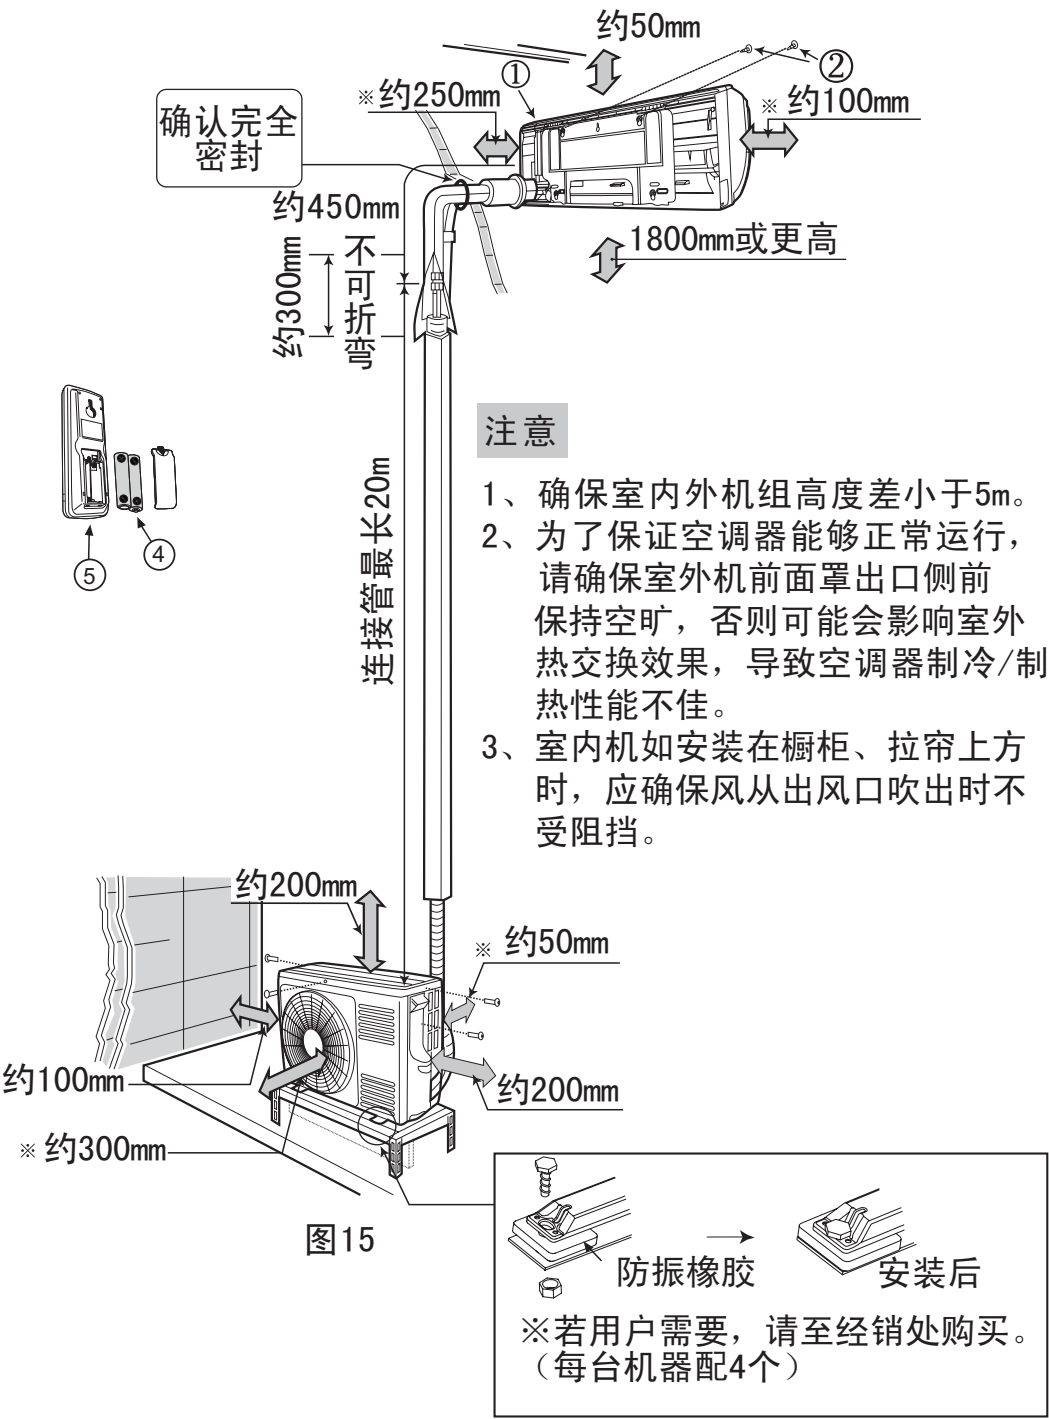
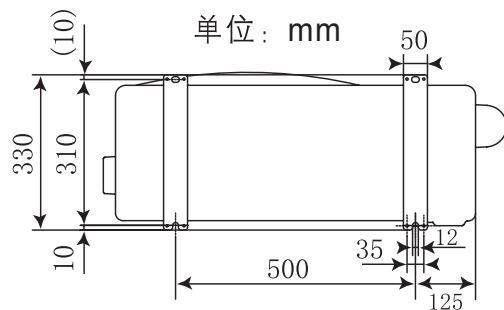

图15
图16
- 1. 示图15是连接配管安装成形。
- 2. 根据总装示图15结合对应附件按要求牢固安装。
- (1) 为了便于修理，室内机组旁边应如图15般保留空间。
- (2) 室内机组应安装于超过地面180厘米以上处。
- (3) 铜管可以从室内机组后边、下边和左、右边引出，如从左边引出，应注意确保冷凝水流畅，不然的话冷凝水可能漫流至房内。无论管子从哪边引出，安装前都应使管子处于便于连接的状态。
- (1) 如图15所示保留室外机组旁的空位，避免任何障碍物妨碍通风系统。
- (2) 尽量安装于房屋的东或北方。如装于南或西方是无可避免时，应有遮盖物遮盖。
- (3) 最好不要安装在污秽或雨淋的地方。
- (4) 尽量靠近室内机组安装。
- (5) 室外机外形尺寸及安装固定孔位置见图16。